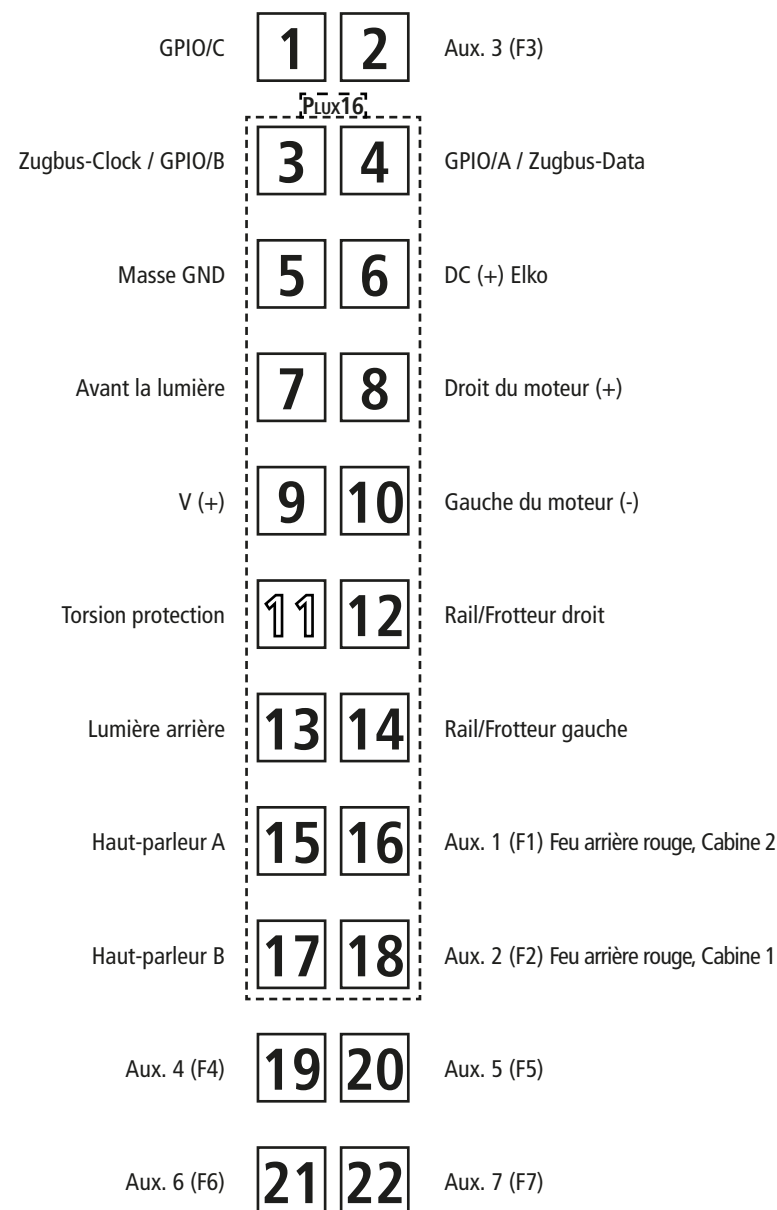

Fig. 5
**2. Schmierung:** Versehen Sie die im Schmierplan in Fig. 5 gekennzeichneten Stellen mit nur **kleinen Öltropfen**. Dazu zuerst das Lokgehäuse abnehmen (Fig. 3). Wir empfehlen den ROCO **Öler Art.-Nr. 10906**. Fürs Schmieren der Getriebeteile (Zahnräder, Schnecke) empfehlen wir das **ROCO-Spezialfett Art.-Nr. 10905**. Im Falle der Schmierung diese Teile **nicht ölen**.
**2. Lubrication:** Apply **tiny oil drops** to spots marked in fig. 5. Prior to lubrication dismantle locomotive (fig. 3). We recommend using item no. **10906, Roco oiler**. For lubrication the gearparts (e.g. cogwheels, worm) we should recommended our Roco **special grease** (item no. **10905**).
**2. Graissage:** N'appliquez **qu'une toute petite goutte** aux endroits indiqués par le plan de graissage (fig. 5) après avoir démonté la caisse de la locomotive (fig. 3). Nous vous recommandons **le graisseur à huile Roco réf. 10906**. Pour graisser les engrenages (roues dentées, vis sans fin) nous vous conseillons la **graisse spéciale Roco réf. 10905** pour engrenages en matières synthé-